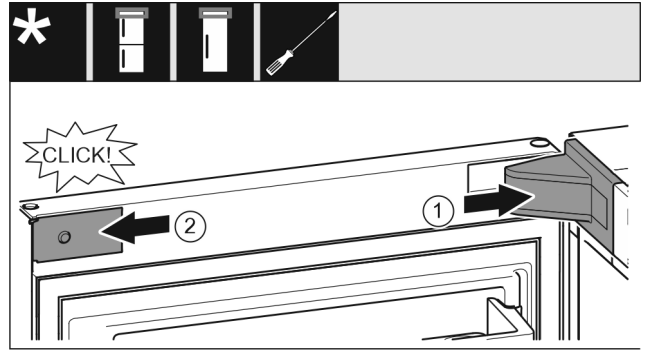

Fig. 65
- ▶ 放上并插入托架盖 Fig. 65 (1)，如有必要小心地按压分开。
- ▶ 将隔板 Fig. 65 (2)放置到侧面并插入。